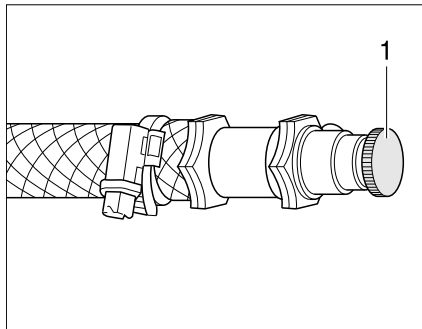

Bild 155 Entlüftungsventil Warmwasser-Heizung
- Das Entlüftungsventil (Bild 155,1) öffnen und geöffnet lassen, bis keine Luft mehr austritt.